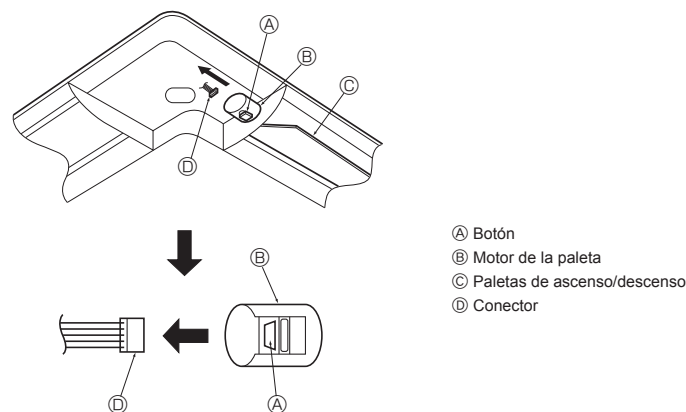

Fig. 8-9
8.4. Bloqueo de la dirección del flujo de aire de ascenso/descenso (Fig. 8-9)